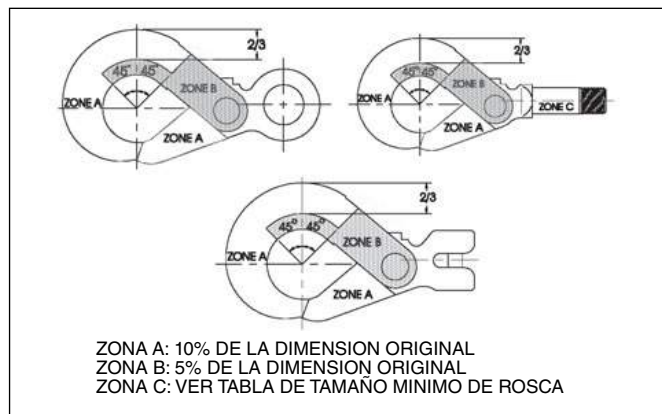

FIGURA 1
- Nunca use un gancho gastado más allá de los límites que muestra la Figura 1.
- Retire de servicio cualquier gancho con fisuras o mellas. Los ganchos con una fisura o mella deben ser reparados mediante un esmerlado longitudinal, siguiendo el contorno del gancho, siempre que la dimensión reducida esté dentro de los límites que muestra la Figura 1. Póngase en contacto con Crosby Engineering para evaluar cualquier fisura.